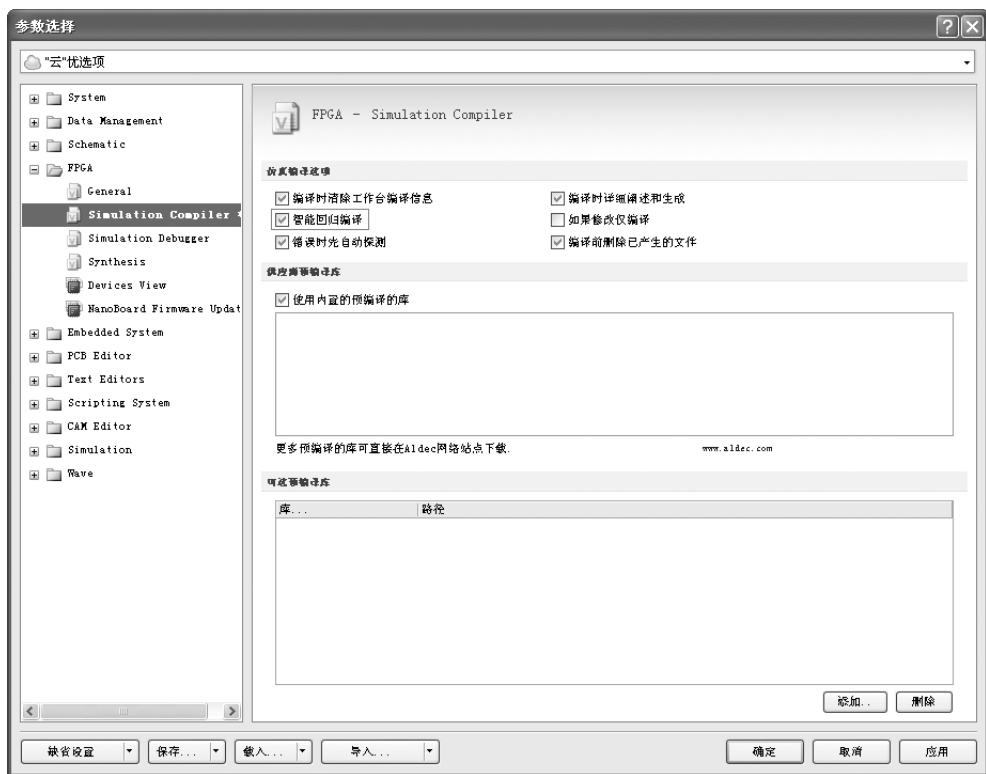

图 14-20 “Simulation Compiler”（仿真编译器）选项卡
2) 选择菜单命令“工具”→“FPGA 参数”，弹出“参数选择”对话框，单击该对话框中的“Simulation Compiler”（仿真编译器）标签，打开“Simulation Compiler”（仿真编译器）选项卡，如图 14-20 所示。